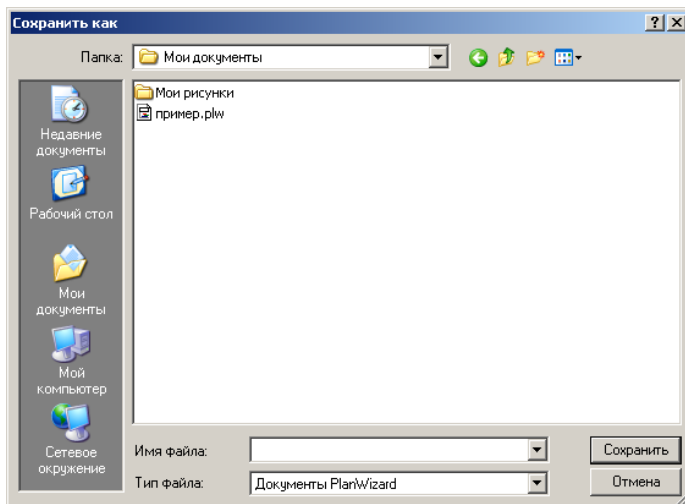

Рис. 1.8 Диалоговое окно «Сохранение документа».
– «Сохранить» на панели инструментов или комбинацию клавиш <Ctrl> + <S>. Откроется диалоговое окно «*Сохранение документа*» (Рис. 1.8).
2. В поле «Имя файла» диалогового окна «*Сохранение документа*» (рис. 1.8) измените имя файла. Нажмите кнопку «Сохранить».